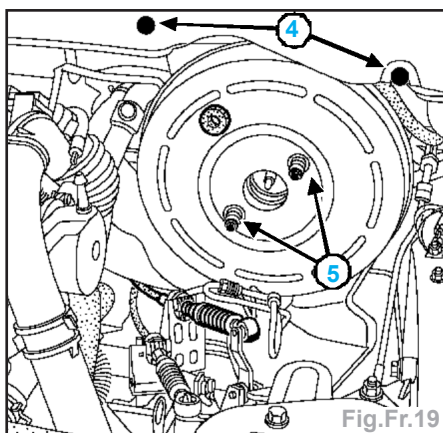

Fig.Fr.19
- Déposer (Fig.Fr.19) :
- les agrafes de fixation (4) de la cloison de boîte à eau,
- les vis de fixation (5) de l'amplificateur de freinage.